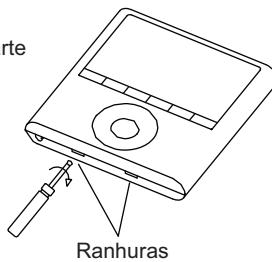

Fig. 3-2
- Insira uma chave de fendas plana nas duas ranhuras da parte inferior do controlador e retire a parte superior (Fig. 3-2).